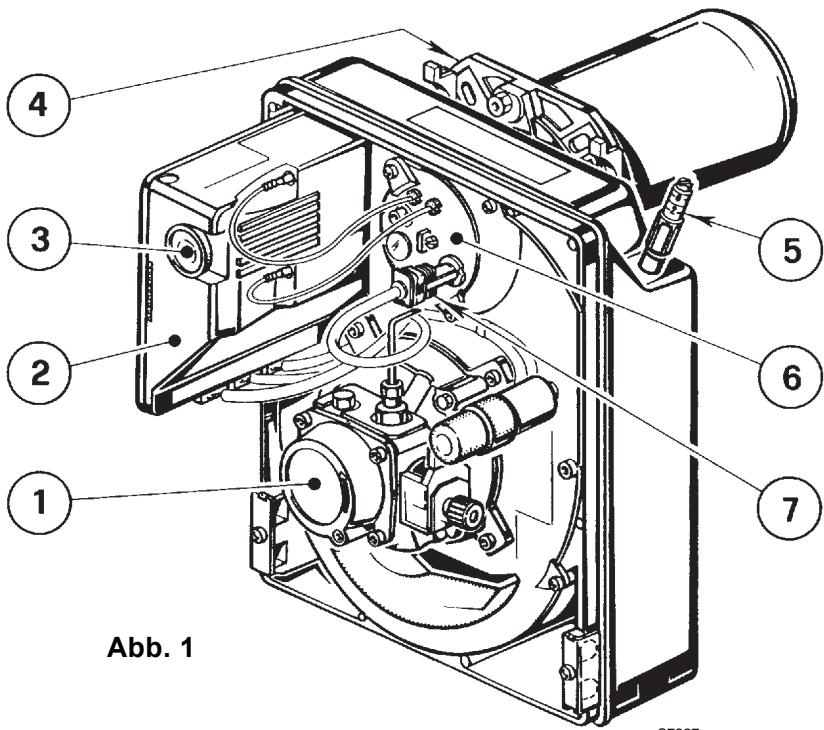

Abb. 1
- Effettuare la pulizia del sensore fiamma (7, Fig. 1, pag. 1).
Si elencano alcune cause e i possibili rimedi a una serie di anomalie che potrebbero verificarsi e portare ad un mancato o non regolare funzionamento del bruciatore. Un'anomalia, nel funzionamento nella maggior parte dei casi, porta alla accensione della segnalazione all'interno del pulsante di sblocco dell'apparecchiatura di comando e controllo (3, Fig. 1, pag. 1). All'accendersi di questo segnale, il bruciatore potrà funzionare nuovamente solo dopo aver premuto a fondo il pulsante di sblocco; fatto ciò, se avviene un'accensione regolare, si può imputare l'arresto ad una anomalia transitoria e non pericolosa. Al contrario, se il blocco persiste si dovrà ricercare la causa dell'anomalia e attuare i rimedi illustrati nella tabella seguente.